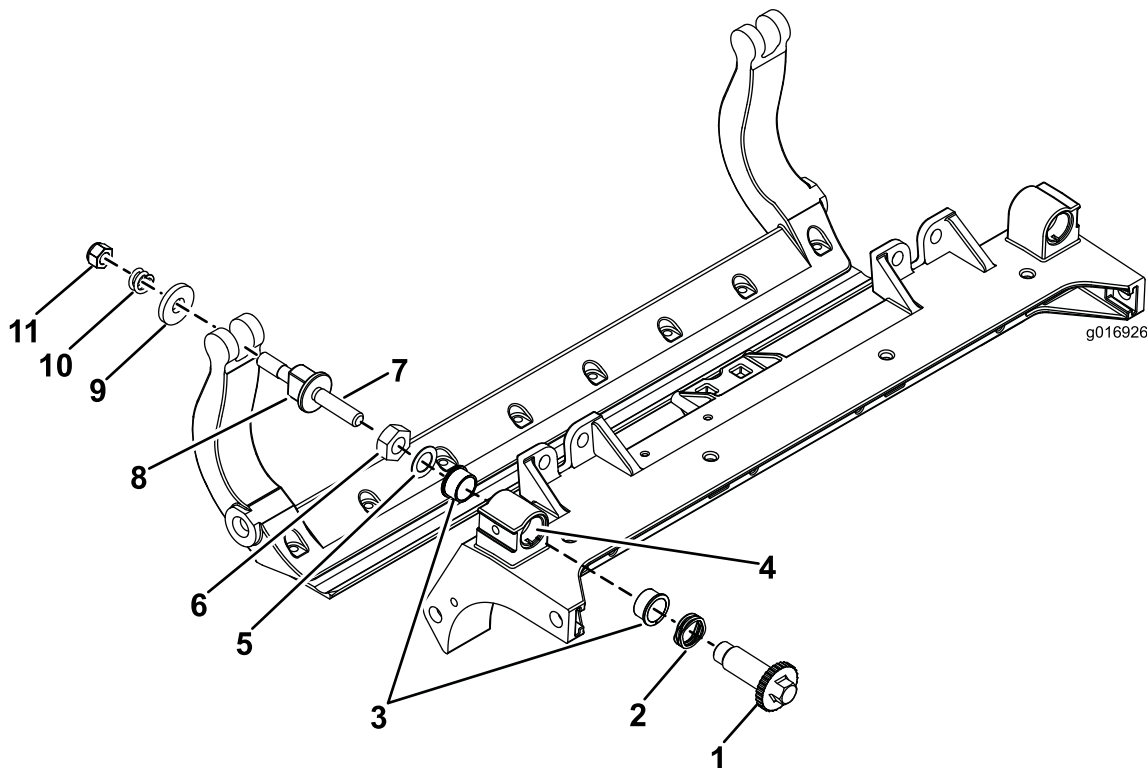

图37
1. 拆除所有零件请参阅 *HD DPA 套件型号 120-7230 安装说明*和图37。
2. 将防粘剂涂抹到滚刀组承载架的轴套区内侧图37。
3. 将凸缘轴套上的键与机架的槽对准然后安装轴套图37。
4. 将一个波形垫圈安装到调节器轴上然后将调节器轴滑入滚刀组机架中的凸缘轴套内图37。
5. 用扁平垫圈和锁紧螺母固定调节器轴图37。上紧锁紧螺母扭矩至 2027N·m。
在两个尼龙垫圈的外侧各放一个钢垫圈图37。
11. 旋紧每个底刀架调节器组件上的螺母直到加压弹簧完全压紧然后往回松开 1/2 圈图37。